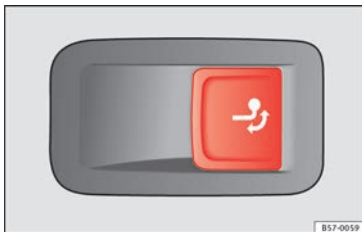

Fig. 230 Sul lato destro del bagagliaio: tasto per sbloccare il gancio a testa sferica.
- Premere brevemente il tasto » » » fig. 230. Il gancio a testa sferica si sblocca elettricamente e si gira automaticamente verso l'esterno. La spia di controllo del tasto lampeggia » » » fig. 230.
• Premere brevemente il tasto » » » fig. 230. Il gancio a testa sferica si sblocca elettricamente.
- Girare il gancio a testa sferica sotto il paraurti con la mano fino a sentire che si fissa e fino a che la spia di controllo sul tasto non sarà costantemente accesa » » » fig. 230.
- Se la spia di controllo del tasto » » » fig. 230 lampeggia, significa che il gancio a testa sferica non si è fissato correttamente o che è danneggiato » » » ⚠.
- Non premere mai il tasto »» fig. 230 quando un rimorchio è agganciato o un portapacchi o un altro accessorio è montato sul gancio a testa sferica.